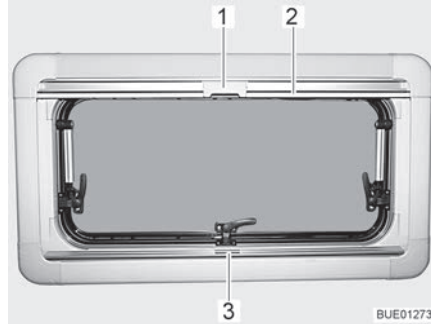
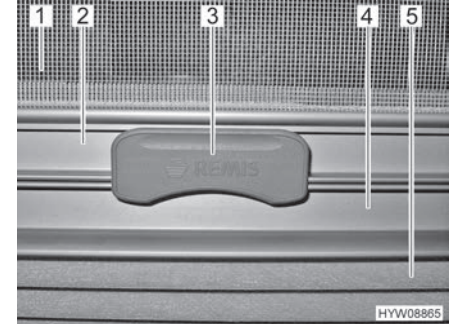

Fig. 43 Fenêtre projetante
Fig. 44 Cran
Le dispositif occultant plissé (Fig. 44,5) se trouve dans le caisson du bas.
- Saisir le dispositif occultant plissé par le centre de la barre-poignée (Fig. 43,3 et Fig. 44,4), le tirer du bas vers le haut et le relâcher à la hauteur voulue. Le dispositif occultant plissé reste alors à cette hauteur.
La moustiquaire (Fig. 44,1) se trouve dans le caisson du haut.
- Tirer la moustiquaire par la barre-poignée (Fig. 43,2 et Fig. 44,2) vers le bas jusqu'à ce qu'elle entre en contact avec celle du dispositif occultant plissé (Fig. 44,4).
- Verrouiller le cran (Fig. 43,1 et Fig. 44,3) de la moustiquaire avec la barre-poignée du dispositif occultant plissé. Quand le cran est verrouillé, le dispositif occultant plissé et la moustiquaire peuvent être réglés en même temps.
- Presser le cran (Fig. 44,3) en haut de la moustiquaire.
- Ramener lentement la moustiquaire en arrière au moyen de la barre-poignée (Fig. 43,2).